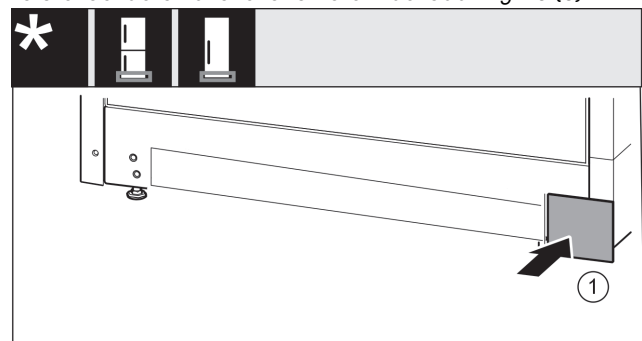

Fig. 16
- ▶ Kryt opäť nasadíte na druhú stranu. Fig. 16 (1)